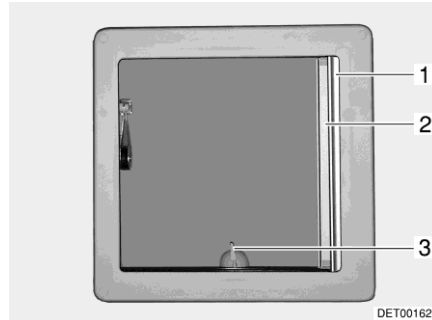
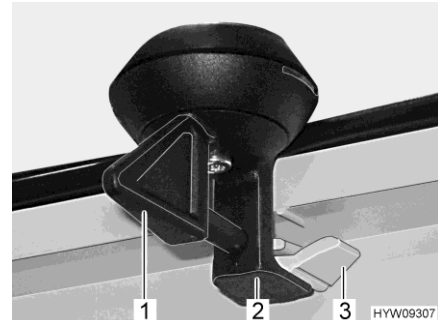

Fig. 28 Claraboya inclinable
Fig. 29 Bloqueo (claraboya inclinable)
- Girar la palanca (Fig. 28,3 ó Fig. 29,1) un cuarto de vuelta.
- Girar la palanca un cuarto de vuelta. El bloqueo (Fig. 29,2) tiene que deslizarse al interior de la pestaña inferior (Fig. 29,3).
*Cerrar:* ■ Extraer del estor plegable (Fig. 28,1) y soltarlo en la posición deseada. El estor plegable se queda fijo en esta posición.
*Cerrar:* ■ Tirar la mosquitera enrollable (Fig. 28,2) hasta que engatille en el bloqueo del lado contrario.